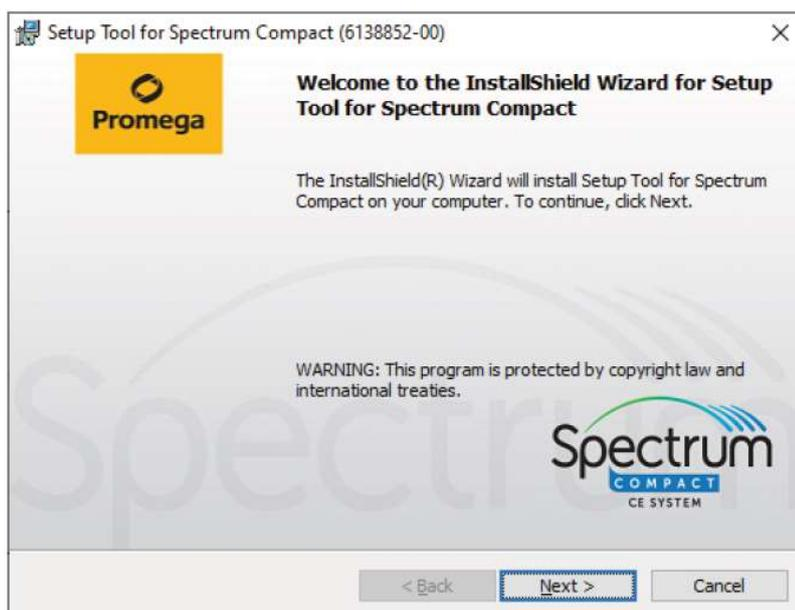

図 185 Installshield Wizard 画面
2. Setup Tool for Spectrum Compact (Ver.XXXXXXX-XX) InstallShield ウィザードのウィンドウ (図 185) が表示されますので、**Next** を選択します。